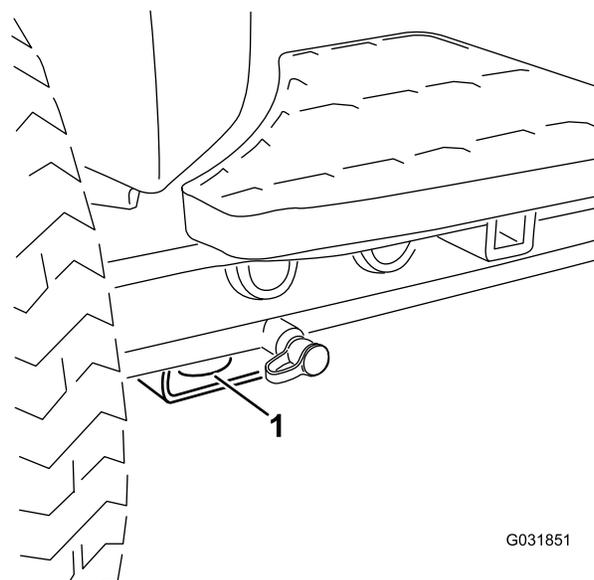

Рисунок 37
• В передней части используйте отверстие в прямоугольной подкладке под трубой моста внутри каждого переднего колеса (**Рисунок 37**).